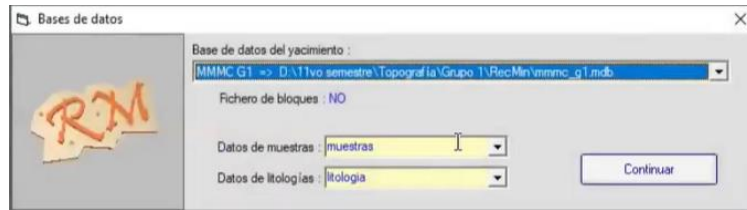

Figura 179. Dirección de la carpeta.
37. En la ventana “Base de datos”, verificar la dirección de la carpeta en la cual se encuentra guardado el proyecto y presionar “Continuar”. Figura 179.